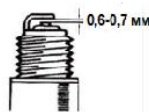

Рис.13 Регулировка зазора в свече зажигания
8.8.4. Проверить зазор между электродами, который должен быть в пределах 0,6 – 0,7 мм, см.рис.13